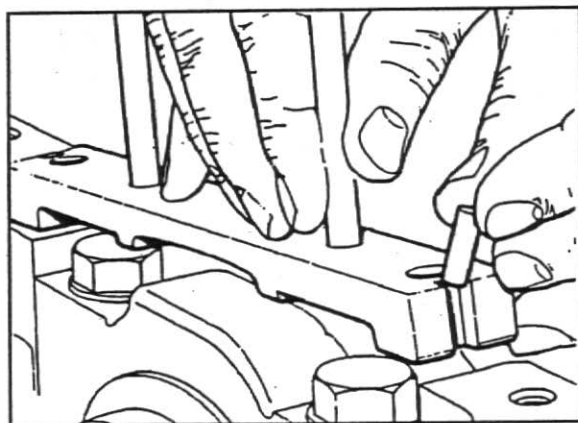

Fig. 1
2. Remova a placa intermediária e o composto vedante, fig.1.